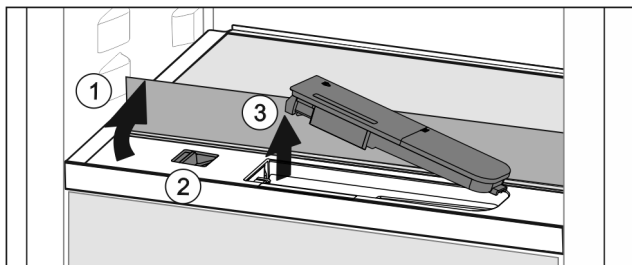

Fig. 145
- ▶ Stekleno ploščo dvignite in jo sklopite nazaj do omejevalnika Fig. 145 (1).
- ▶ Drsnič Fig. 145 (2) potisnite v levo.
- ▶ Odstranite rezervoar za vodo Fig. 145 (3).